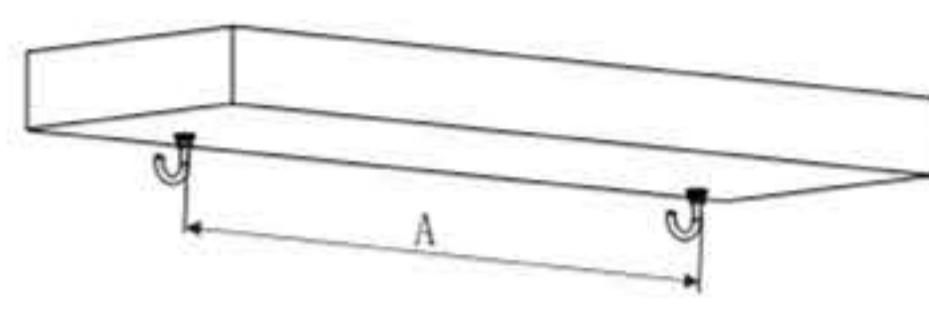

图9
1、用电钻在天花板钻两个大小及相对位置合适的孔，并且确定两个孔位形成的直线与墙面平行，在两个孔内钉入两只拉爆顶钩。（如图9）